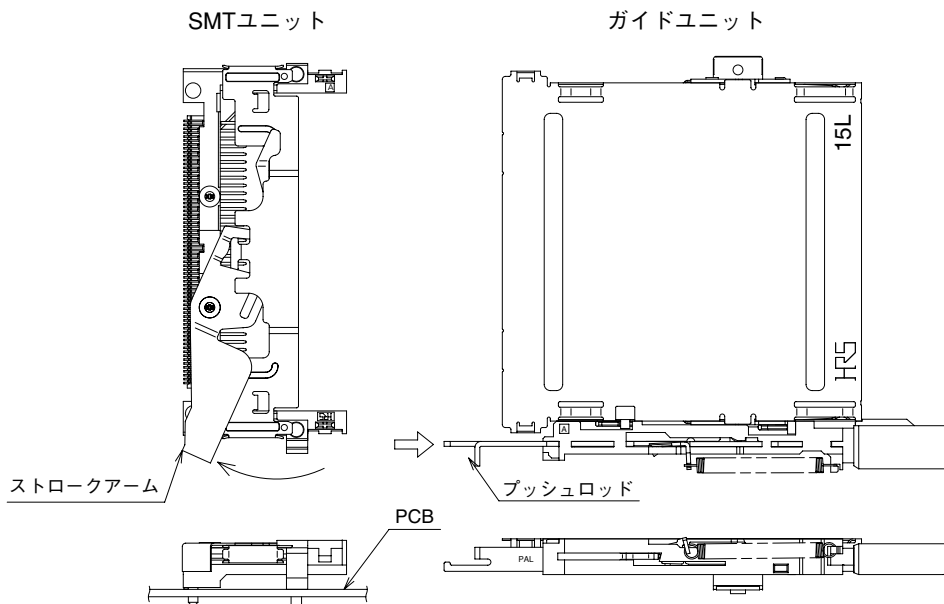

図1
(1) SMTユニットを基板に実装後、SMTユニットのストロークアームとガイドユニットのプッシュロッドが図1の位置にあることを確認して下さい。(納入時は図1の位置にあります。)
SMTユニットのストロークアームとガイドユニットのプッシュロッドが図2の位置にあると合体できませんのでご注意下さい。図2の位置にあった場合は指で図1の位置まで移動させて下さい。